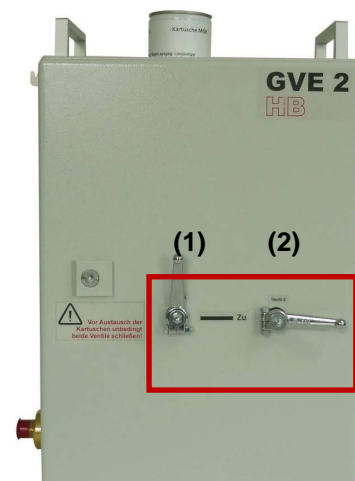

Abbildung 15: Kartuschenwechsel im Dauerbetrieb 1
1. Kartusche 1 ist in Betrieb, Ventil (1) ist geöffnet. Ventil (2) ist geschlossen (vgl. Abb. 15). Kartusche 2 trägt **nicht** zur Pyrosil® - Versorgung bei.
2. Ein Wechsel der Kartusche 2 ist möglich. Ventil (2) **muss** dabei geschlossen sein.
3. Druck < 0,5 bar: Ventil (1) wird geschlossen.
4. Ventil (2) wird geöffnet.